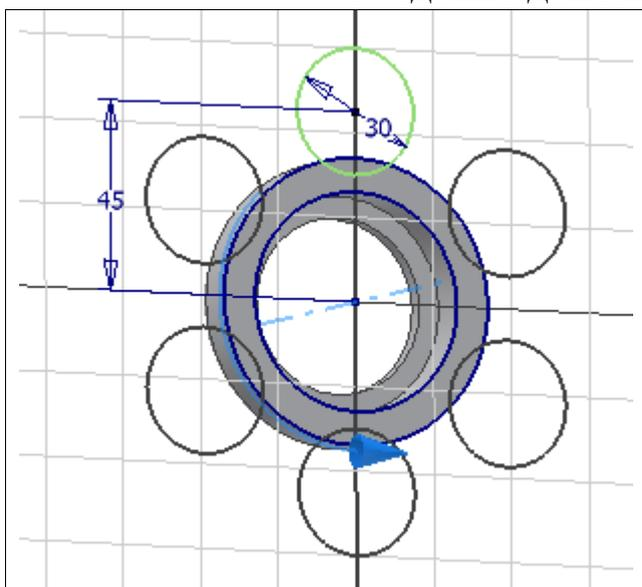

Рис. 9. Эскиз для создания выкружек.
3. Нажмите кнопку **Center point circle**  из инструментальной палитры. И начертите окружность диаметром 30 мм, и расстоянием от центра детали 45мм, как показано на рис. 9.